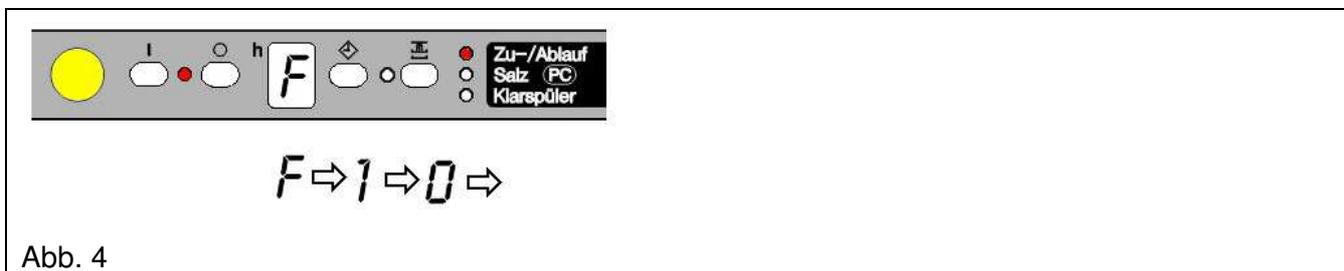

Abb. 4
- eine Wasserhärte Taste wählen. Abb. 4 oder 7
- leuchtet danach **eine** Tasten-LED (1-5), entspricht sie einer Wasserhärte bis 12°d (14°d) Abb. 4 oder 7
Die Fehler **F10** und **F11** werden zusätzlich im Wechsel über das Display angezeigt. Abb. 4